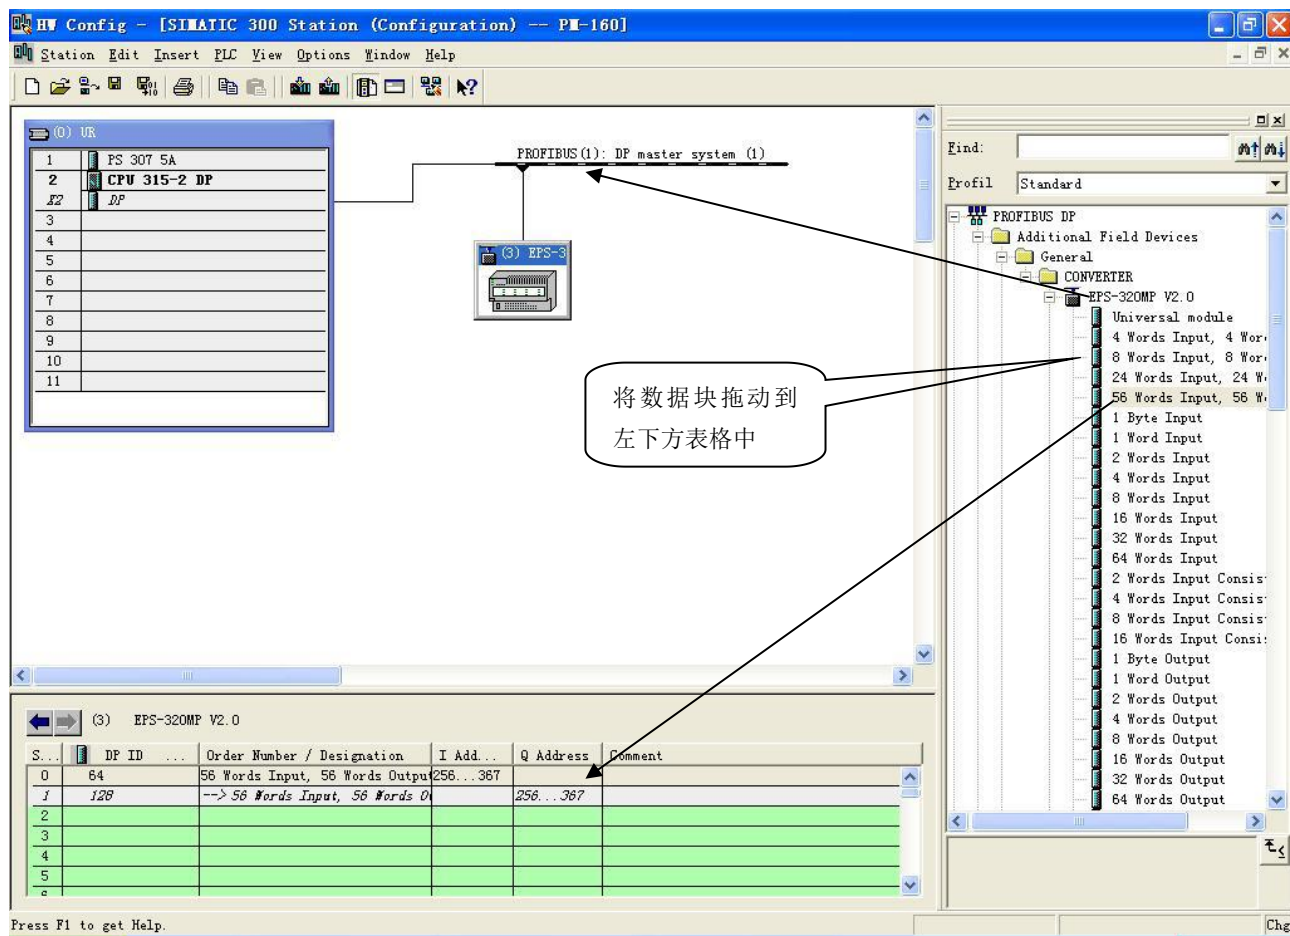

图 10
11. 将从站 EPS-320IP 配入到 PROFIBUS 网络配置当中，并将输入输出数据块，映射到 S7-300 或者其它控制器的内存当中。如图 10: